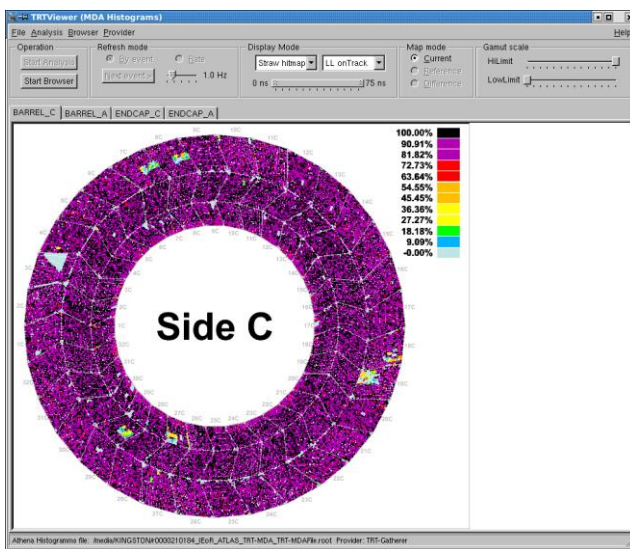

Рис. 3.4
16. Запустите TRTViewer в режиме ATHENA_Viewer, в котором источником данных являются сохраненные общей для ATLAS on-line программой мониторинга ROOT файлы. (см пример на рис. 3.4) Просмотрите карту эффективности каналов. Найдите проблемные области в детекторе TRT. Как вы думаете – с чем связаны эти проблемы: с работой высоковольтной системы или работой считывающей электроники? Почему?